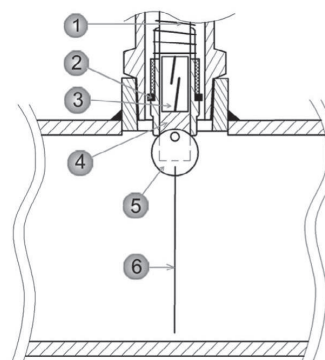
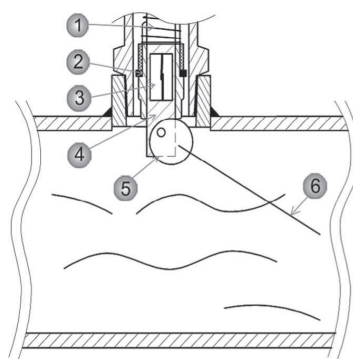

Рисунок 1.1. Герконовое реле разомкнуто
Рисунок 1.2. Герконовое реле замкнуто
При отсутствии потока в трубопроводе лопасть (6) перпендикулярна трубопроводу – контакты герконового индикатора (3) разомкнуты (рис. 1.1). При появлении потока лопасть (6) отклоняется, эксцентрик (5) начинает толкать магнит, закрепленный на фторопластовом цилиндре (2), вверх по центральному стержню (4) до высоты, на которой контакты герконового индикатора замкнутся (рис. 1.2) под действием магнитного поля.